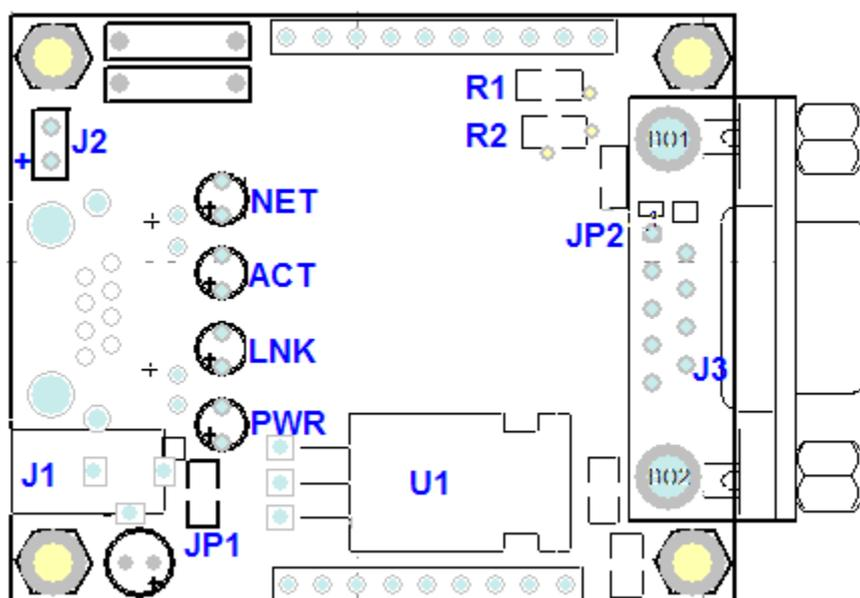

图 2 ZLSN4000 示意图
- 指示灯部分。如图 2 所示, 底板上未焊接的 4 个 LED 灯, 分别为 LNK、ACT、NET 和 PWR。其中 PWR 为电源指示灯, NET 为网络有数据通信指示灯。用户根据需要, 可以用排针连接出来, 将 LED 灯放置到机壳上。如果用户使用 NET 和 PWR 需要添加图 2 中的 R1=5.1K 和 R2=1K。